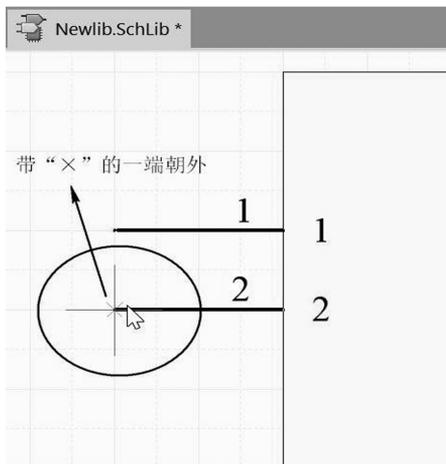

图 4-40 放置元件的引脚
(1) 单击原理图符号绘制工具栏中的 $\text{┌} \text{○} \text{┐}$  (放置引脚)按钮, 则光标变成十字形状, 并附有一个引脚符号。
(2) 移动该引脚到矩形边框处, 单击鼠标左键完成放置, 如图 4-40 所示。